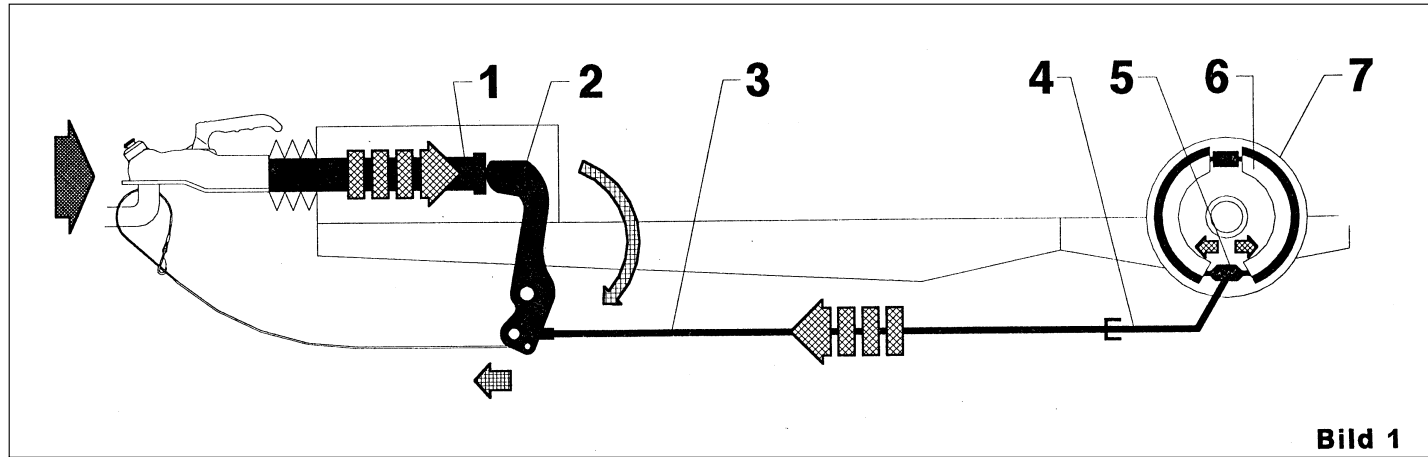

Bild 1
Når det trækkende køretøj bremsler hhv. kører ned ad bakke, trykkes stangen (fig. 1/pos. 1) i påløbsindretningen indefter alt efter påhængsvægten og trykker på vippearmen (fig. 1/pos. 2) - vippearmen trækker via bremsestangen (fig. 1/pos. 3) i bowdenkablet (fig.
1/pos. 4) og dermed i spredanordningen (fig. 1/pos. 5). Derved trykkes bremsebakterne (fig. 1/pos. 6) fra hinanden - påhængsvognen bremses.
Trekkjøretoyets bremses eller kjører nedoverbakke – trekkstangen (fig. 1/1) skyves inn, avhengig av trekkraften, og presser mot vendespaken (fig. 1/2) – denne trekker via bremsestangen (fig. 1/3) i Bowdenwiren (fig. 1/4) og ekspansjonsleddlåsen (fig. 1/5). Denne presser bremsekoene (fig. 1/6) fra hverandre – tilhengeren bremses.
Trekkjøretoyets rygger – skyver trekkstangen til anslag – via vendespaken, bremsestangen Bowdenwiren og ekspansjonsleddlåsen presses bremsekoene mot bremsetrommelen (fig. 1/7) – bremsetrommelen dreies bakover og tar med den bremsende skoen. Dermed svinger utvekslingsspaken tilbake og kompenserer i hele betjeningsveien. Dermed blir bremseeffekten nærmest opphevet, og ekvipasjen kjører bakover.